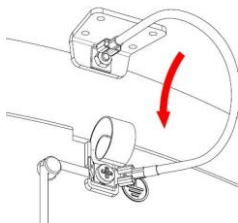

Abbildung 8
- Verbinden Sie das gegebene Erdungskabel zwischen der oberen Klemme des Gehäuses und der Erdungsklemme des Basis. Folgen sie den Bildern aus Abbildung 8.